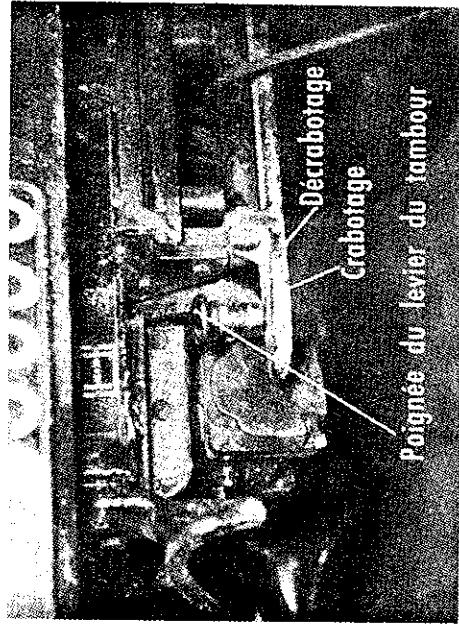

Fig. 4. — Commande du tambour de treuil
16. HALAGE D'UNE CHARGE OU D'UN AUTRE VÉHICULE (fig. 4 et 5).
B. Le tambour du treuil est débrayé (fig. 4), c'est-à-dire que le levier placé à gauche du treuil (pour un observateur placé devant le véhicule) doit être orienté dans le cran intérieur du guide-câble. Pour faciliter cette opération, soulever la poignée du levier, afin de dégager le doigt de verrouillage.
B. Le tambour du treuil est débrayé (fig. 4), c'est-à-dire que le levier placé à gauche du treuil (pour un observateur placé devant le véhicule) doit être orienté dans le cran inférieur du guide-câble. Pour faciliter cette opération, soulever la poignée du levier, afin de dégager le doigt de verrouillage.